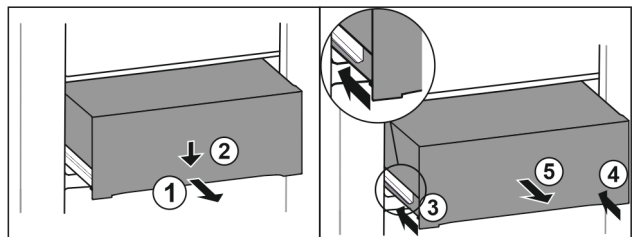

Fig. 151
- Tirer le tiroir jusqu'à mi-chemin. Fig. 151 (1)
- Appuyer sur l'avant du tiroir vers le bas. Fig. 151 (2)
- Insérer le rail gauche d'env. 2 cm. Fig. 151 (3)
- Insérer le rail droit d'env. 2 cm. Fig. 151 (4)
- Retirer le tiroir par l'avant. Fig. 151 (5)